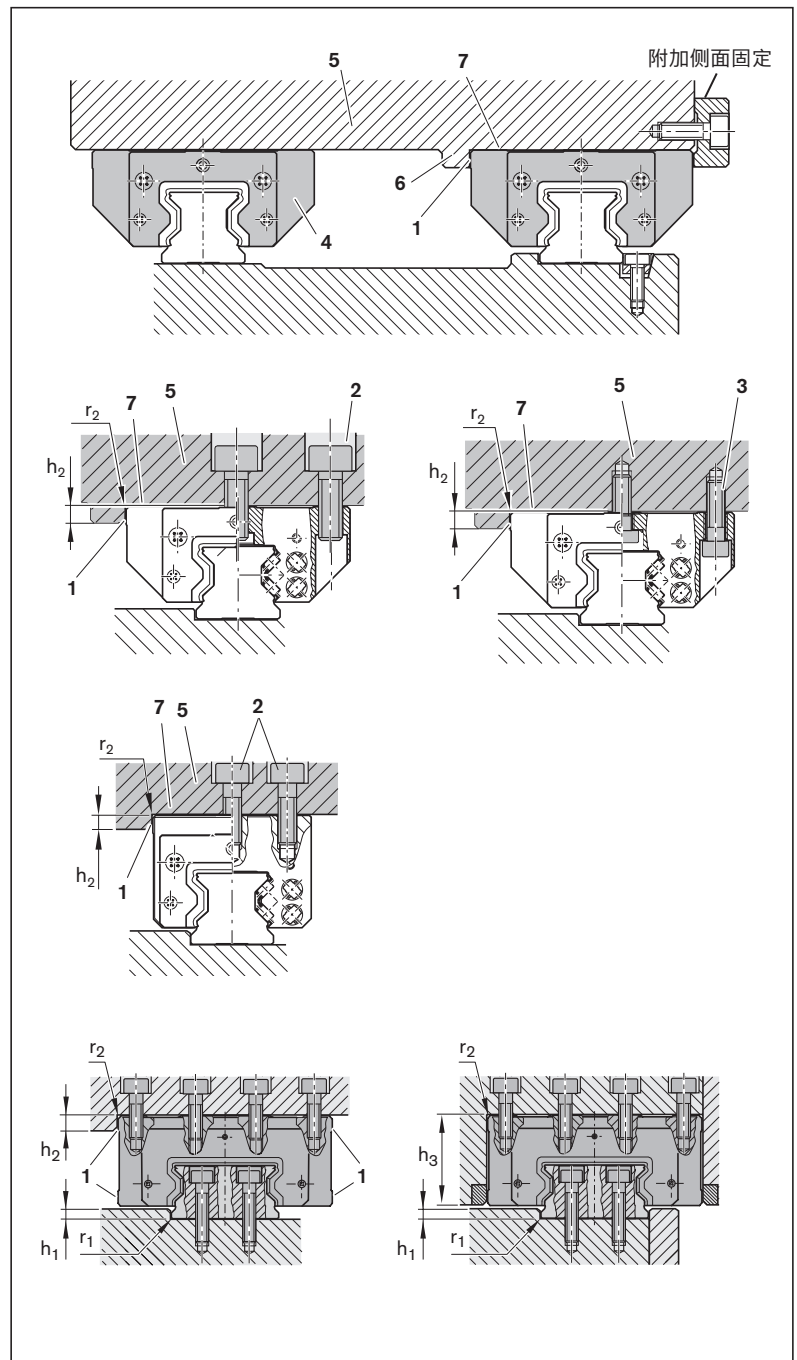

图 55: 在导向滑块上安装上部结构
1. 将上部结构 (1) 放在一个防滑的底面 (2) 上。
5. 必要时将导向滑块压到定位边 (3) 上，然后进行附加侧面固定 ➡ 图 55